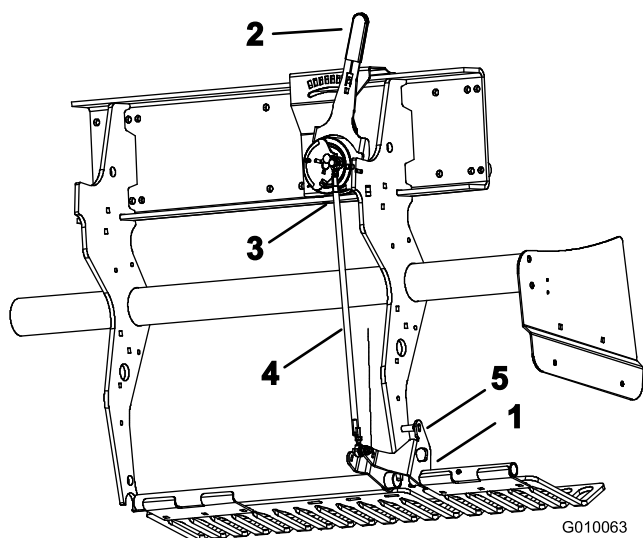

Figura 59
1. Girate verso l'alto la staffa di montaggio della protezione del tappeto erboso sinistra (Figura 59) per inserire un perno di bloccaggio (bullone o fioretto 5/16 poll.) tra la staffa e il tubo di impostazione della profondità saldato al telaio.
2. Spostate la leva di profondità delle fustelle (Figura 59) in posizione H (profondità massima).
3. Scollegate l'interruttore a sfera (Figura 59) dal cablaggio preassemblato (interruttore 'testa abbassata').
4. Allentate i controdadi sinistro e destro sul tirante di regolazione della profondità (Figura 59).